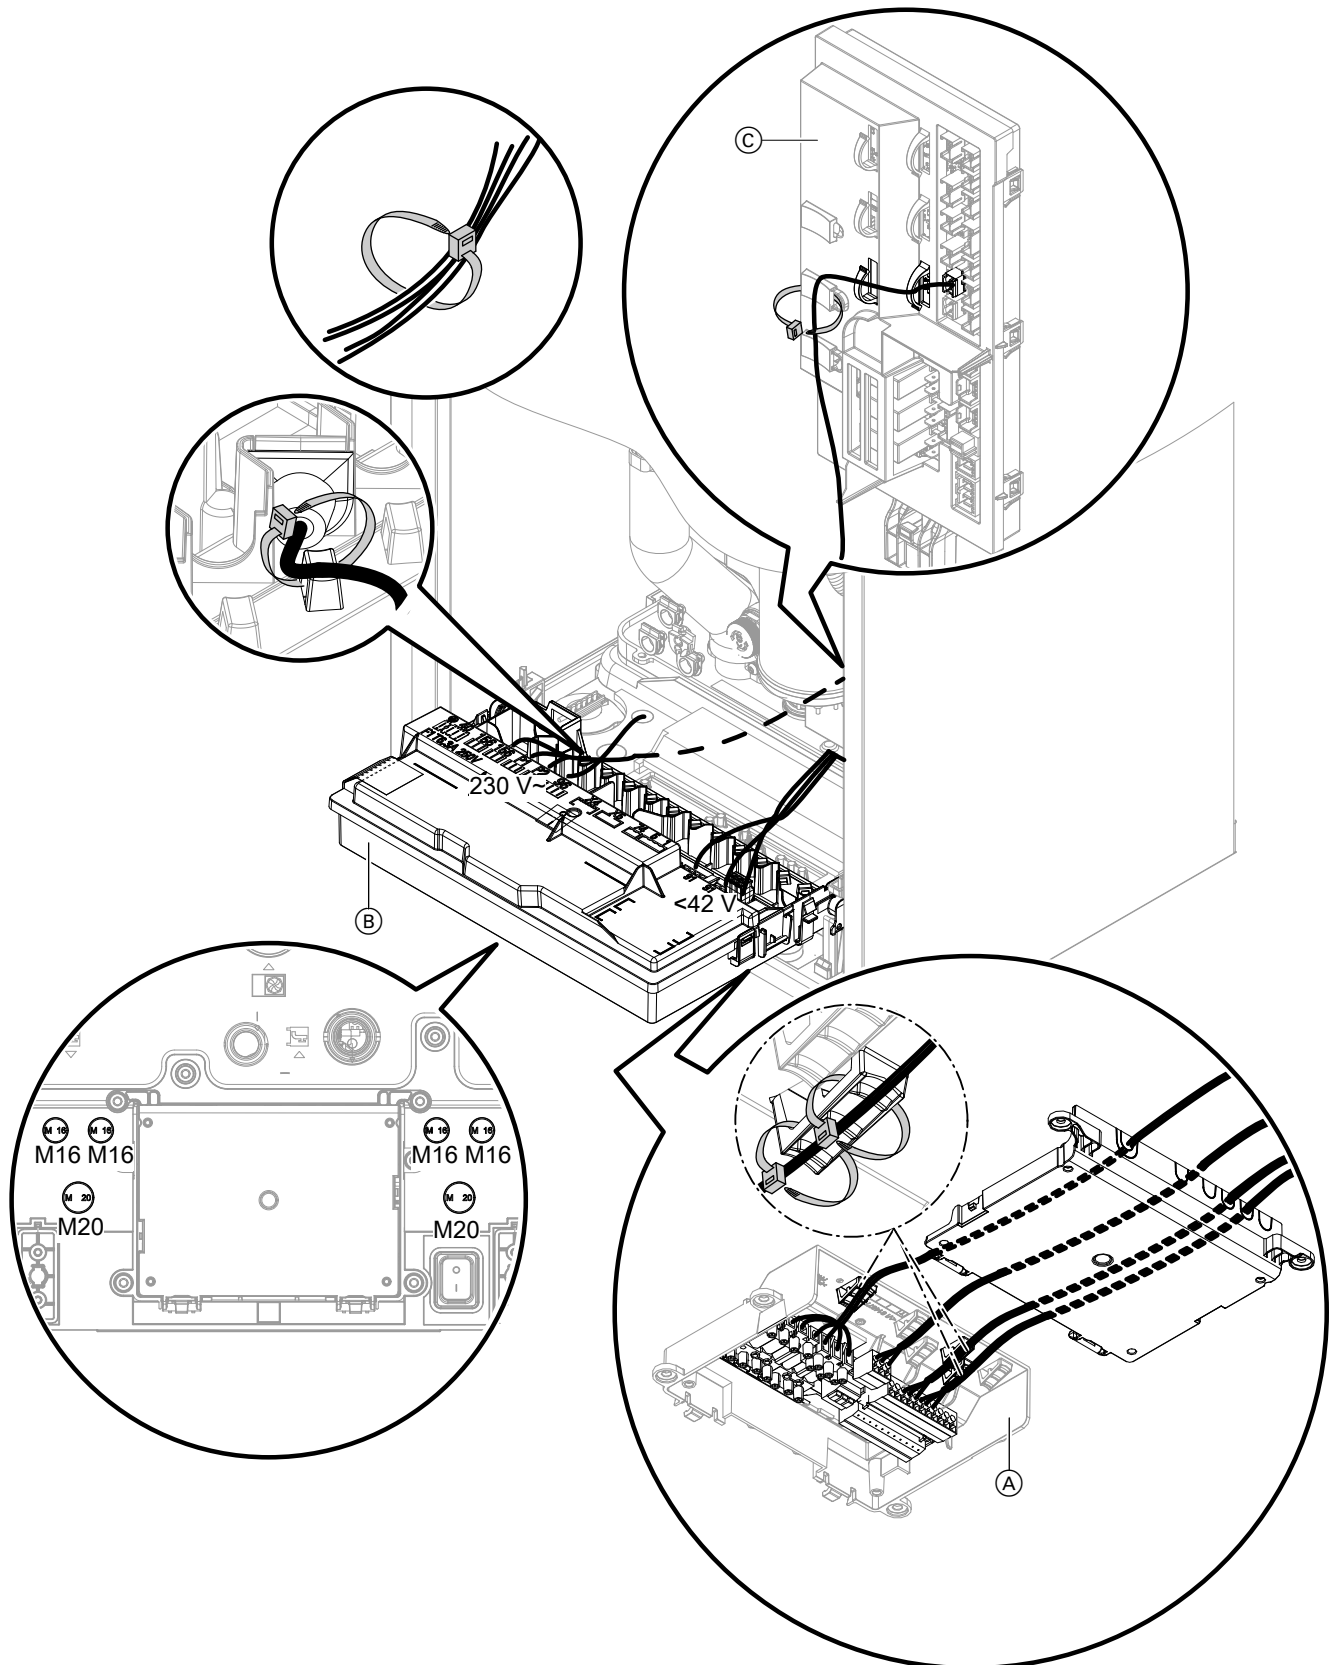

Fig. 42
- Fixer tous les câbles dans le boîtier de raccordement 230 V~ avec 2 colliers : voir fig. 42.